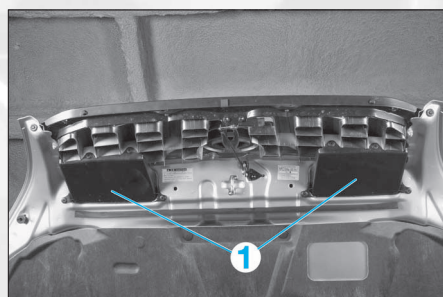

FIG. 1
- Déposer les deux caches (1) (Fig.1).